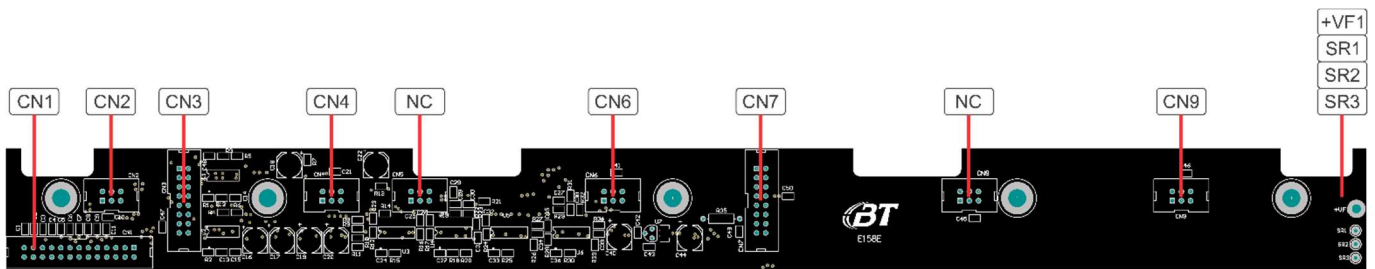

Figura 28: Interfacemento de ligações E158E
3.5.8 Interface de sinais, placa E158E. Figura 28.